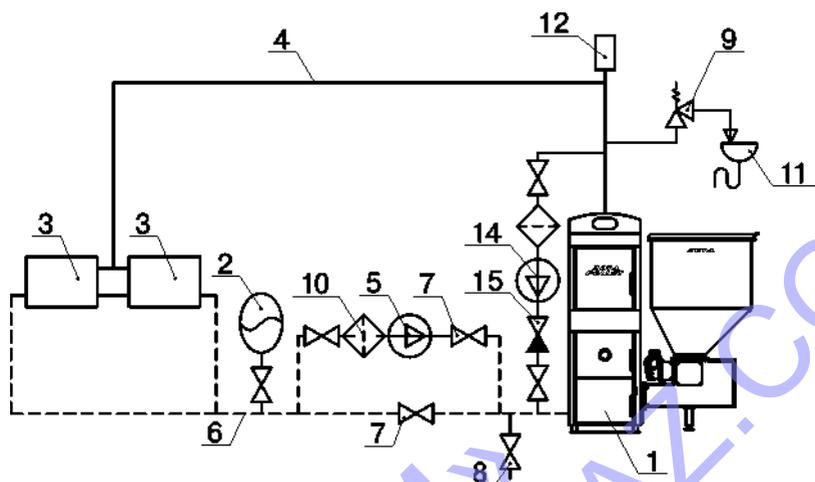

Рис.8 Схема закрытой системы отопления
6.5. В закрытой отопительной системе (см. рис.8; 9) котел должен устанавливаться с расширительным баком мембранного типа. Объем расширительного бака зависит от объема системы отопления и рассчитывается при разработке проекта системы отопления.
6.7. Монтаж котла с закрытой системой следует производить в соответствии с принятым вариантом схемы отопления (см. рис.8;9).
6.9. Во избежание конденсации продуктов сгорания в котле и повышения долговечности котла и дымохода отопительный котел должен быть оборудован рециркуляционной системой или смесительным устройством, поддерживающим температуру теплоносителя на входе в котел выше 65°C, (точка росы продуктов сгорания) (см. рис.8;9). Для монтажа системы рециркуляции на задней стенке котла предусмотрены патрубки (поз.22; 23) Рис.2.